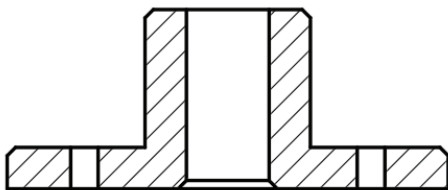

图 8-95 素材文件中的原始图形
- 1 打开“绘制关联中心线即学即练.dwg”文件，原始图形如图 8-95 所示。